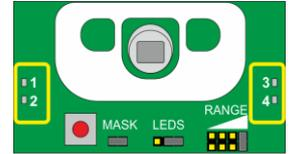

Figura 4
4. Iniziare una serie di lampeggi dei leds (figura 4), a cominciare dal ROSSO (a sinistra) fino al BLU (a destra), rappresentanti nell'ordine: decine VERSIONE, unità VERSIONE, decimi REVISIONI, centesimi REVISIONI, considerando che un'accensione prolungata rappresenta uno zero.